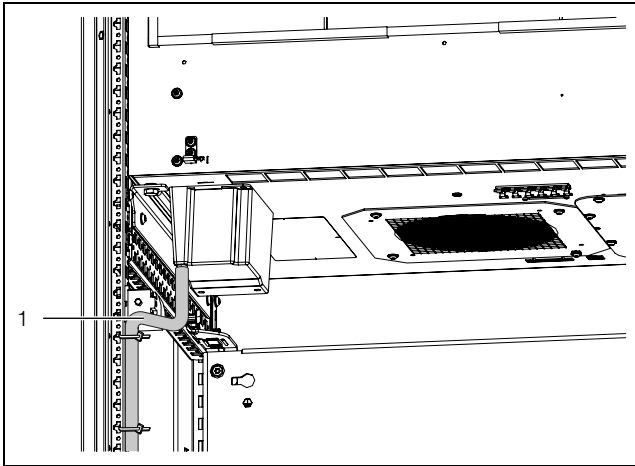

Рис. 12: Прокладка шланга (пример отображения)
- Если интегрированное решение установлено на доступную в комплектующих систему цоколей VX: проложите шланг вниз через основание шкафа согласно указаниям выше (рис. 12).